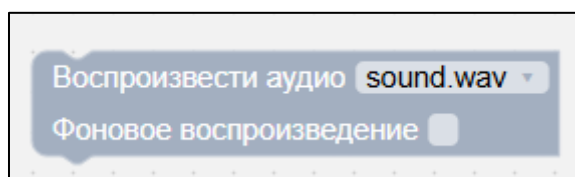

Рисунок 66 – Блок «Звуки»
10. «Звуки» – воспроизведение аудио с возможностью фонового режима (см. Рисунок 66). Предусмотрено 4 звуковых файла. Дополнительно можно загрузить файл в формате .wav - нажмите кнопку «Загрузить аудиофайл» и он появится для выбора в блоке.